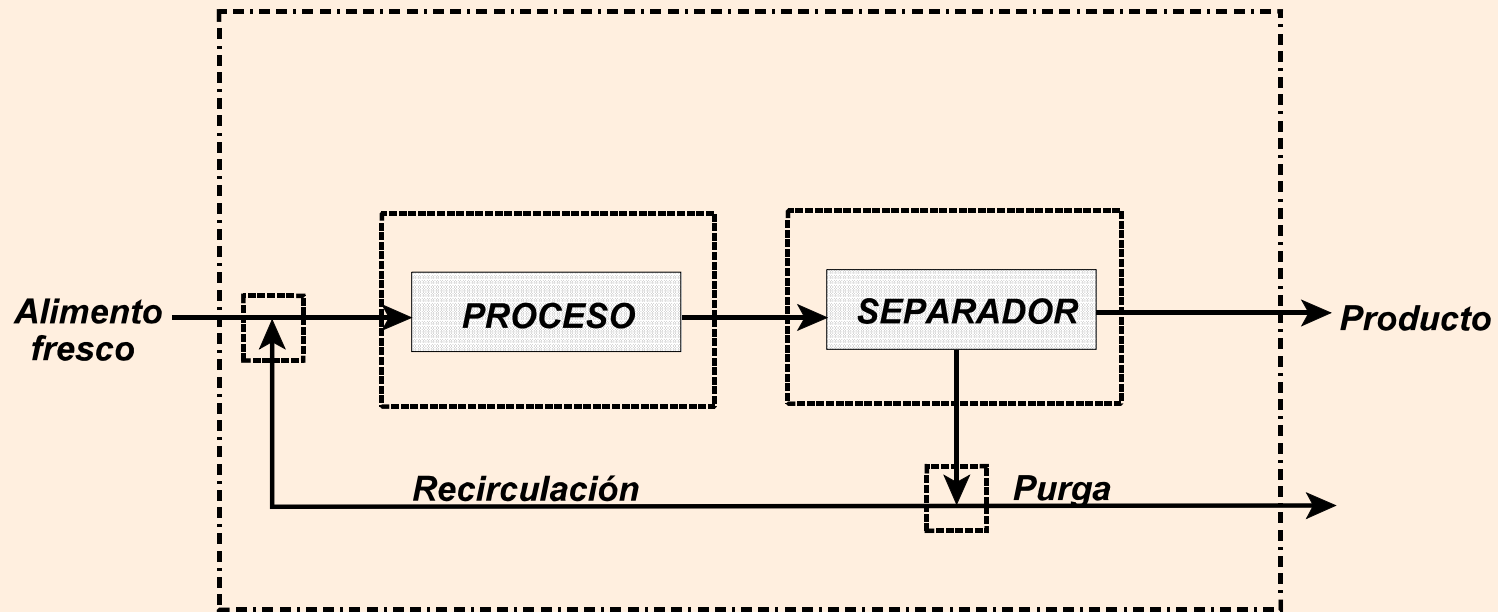

Figura 3.4: Purga.
**Purga (“*purge*”)**: Corriente desviada de una recirculación hacia el exterior del sistema, con objeto de eliminar ciertas sustancias que de otra manera se acumularían en el interior del sistema (**Figura 3.4**); se efectúa un balance alrededor de todo el sistema, alrededor de cada bloque, en el punto de mezcla y en el de extracción de la purga.